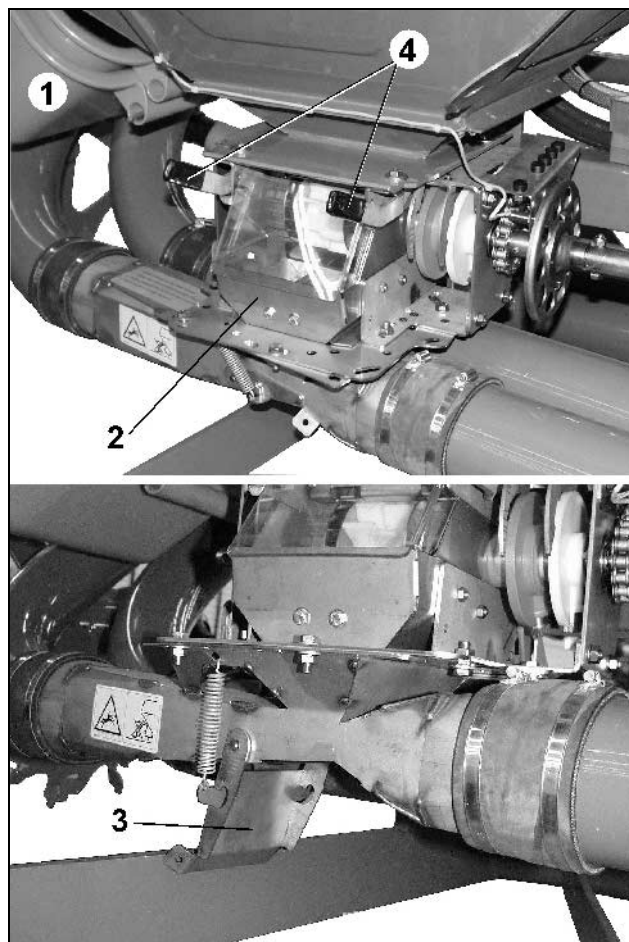

Рис. 102
- Для разгрузки бункера емкость для улавливания посевного материала (Рис. 102/1) подставьте под дозирующее устройство (устройства) (Рис. 102/2).
- Рычаг (Рис. 102/4) опустите вниз и зафиксируйте. При помощи рычага за дозирующим устройством открывается выпускное отверстие и семенной бункер разгружается (возм. периодически снова закрывайте выпускное отверстие и разгружайте емкость для улавливания посевного материала).
- Откройте клапан загрузочной воронки (Рис. 102/3) и разгрузите загрузочную воронку.
Опасность сжатия при открытии и закрытии клапана загрузочной воронки (Рис. 102/3)!